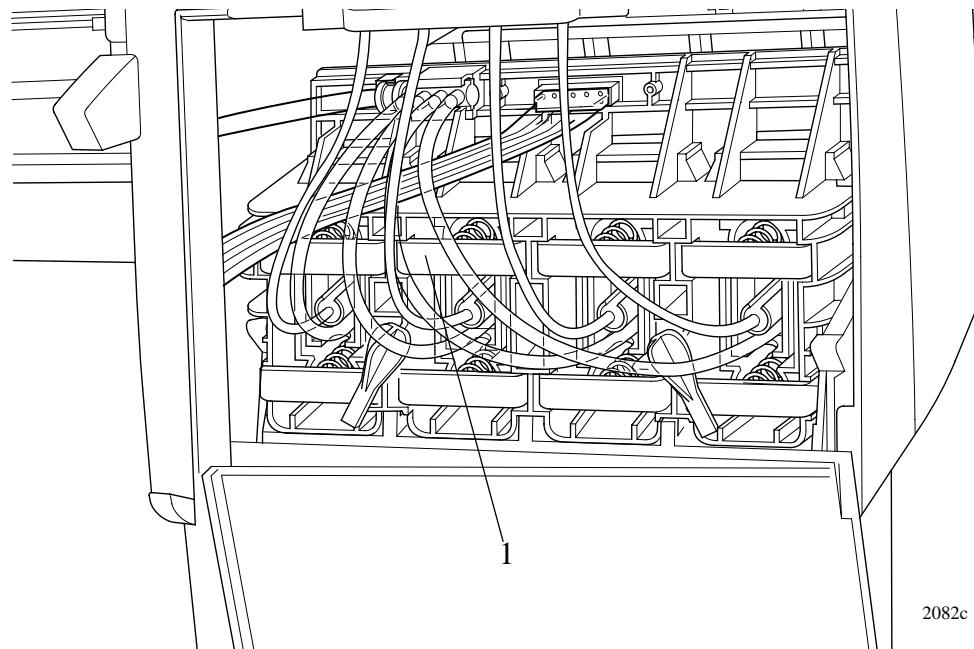

図 11: インク カートリッジ チューブ コネクタ (引き出した状態)
- 4 インク カートリッジ チューブ コネクタ アッセンブリを手前にスライドさせます(図11参照)。